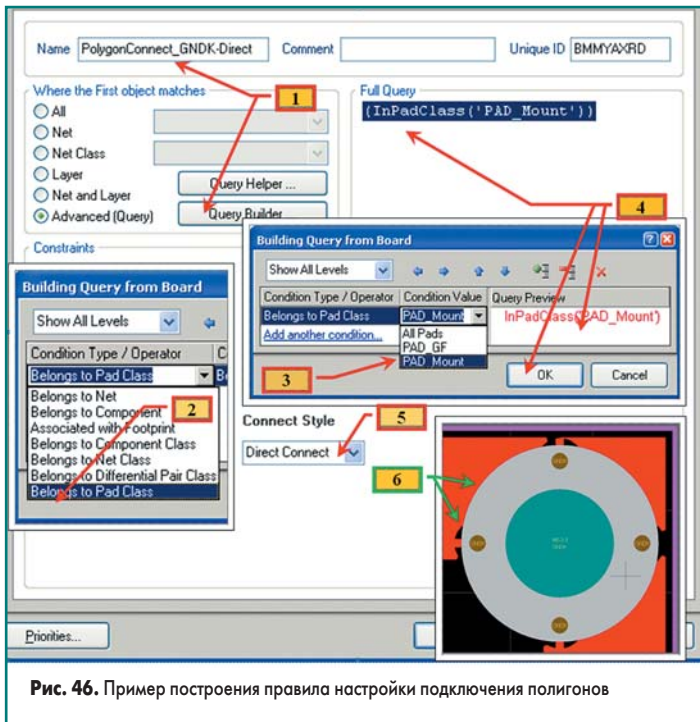

Рис. 46. Пример построения правила настройки подключения полигонов
С помощью команды **Design/Rules** вызываем окно задания правил (рис. 46, сноска 1). Переходим на вкладку **Polygon Connect Style** и добавляем новое правило **Polygon Connect** (рис. 46, сноска 1).
- Правило **PolygonConnect_GNDK-Direct** для подключения крепежных отверстий (рис. 46).